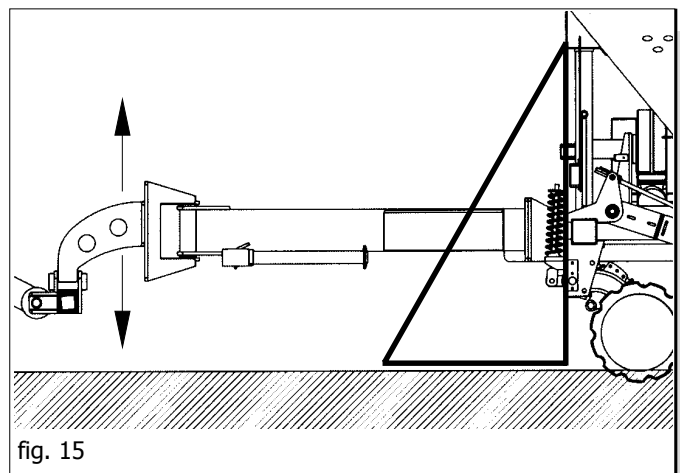

fig. 15
- la position d'attelage aux bras de relevage du timon pour la machine traînée (fig. 15).